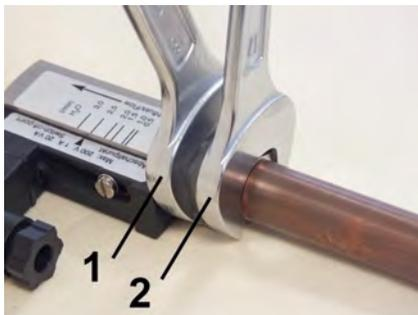

Abb. 11: Gerät einschrauben
3. ➤ Übergangverschraubung (Abb. 11/1) unter Gegenhalten der Verschraubung (Abb. 11/2) des Gerätes weiter eindrehen, bis die Verbindung dicht ist